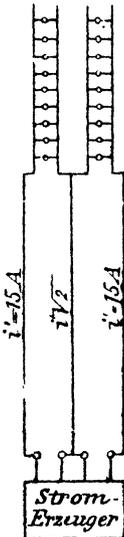

Fig. 165.
Werden hingegen nur 3 Leitungen (Fig. 165) verwendet, so fließt in der gemeinsamen Leitung der Strom  $i' \sqrt{2} = 15 \sqrt{2}$  und ihr Querschnitt muß  $q \sqrt{2}$  sein, damit der Spannungsverlust in beiden Leitungen gleich groß ist. Der Spannungsverlust in einer Phase ist dann nach Formel (93)